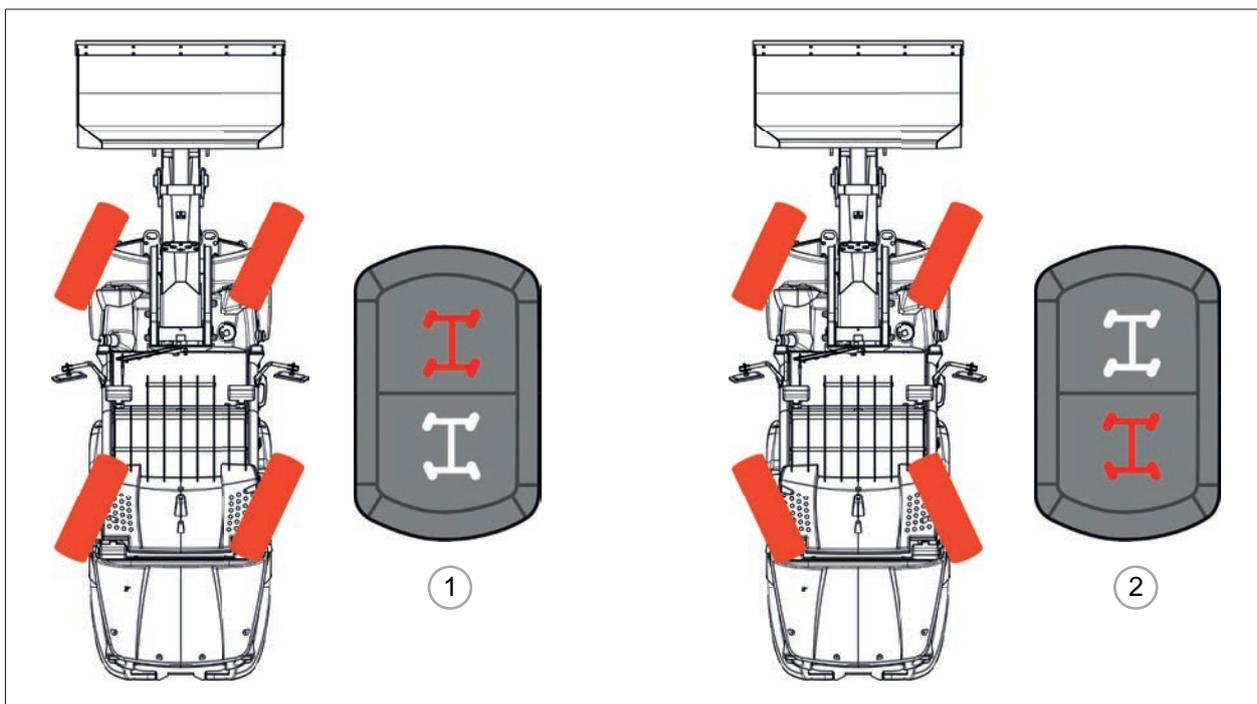

РИС. 25
- 3) выберите редим “crab” (РИС. 25 - Сс. 1).
- 3) выберите режим “all wheels” (РИС. 25 - Сс. 2).